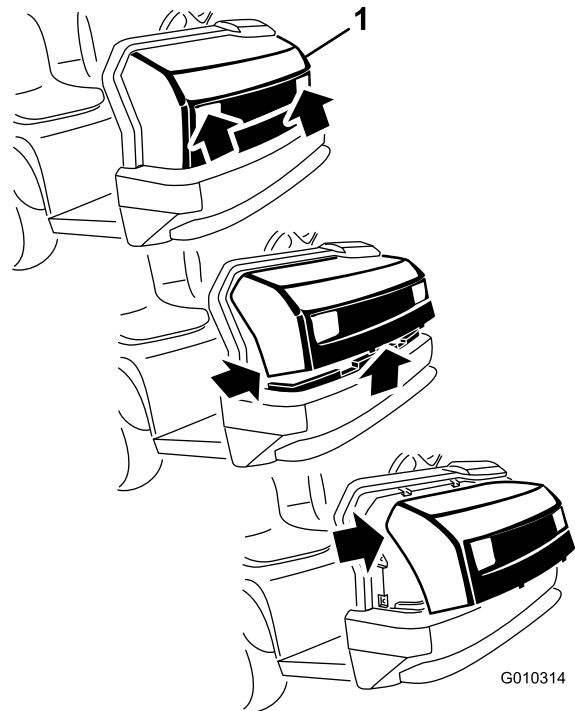

Bild 1
1. Fassen Sie die Motorhaube in den Scheinwerferöffnungen an und heben sie an, um die unteren Befestigungsösen aus den Rahmenschlitten zu heben (Bild 1).
2. Drehen Sie die Unterseite der Motorhaube nach oben, bis Sie die oberen Befestigungsösen aus den Rahmenschlitten ziehen können (Bild 1).
3. Drehen Sie die Oberseite der Motorhaube nach vorne und ziehen Sie die Kabelanschlüsse von den Scheinwerfern ab (Bild 1).